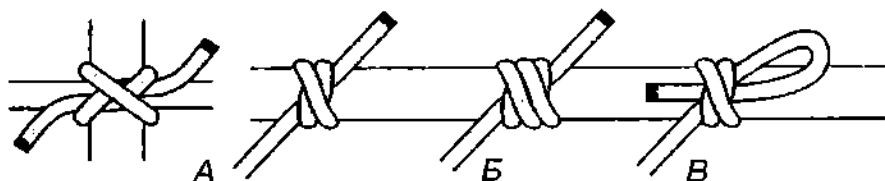

Рис. 657. А – **питонов узел**; Б – **двойной питонов узел – тройной простой узел**, завязанный на опоре; В – **быстроразвязывающийся питонов узел**.
**Питонов узел** – это завязанный на опоре **крававый (двойной простой) узел** (рис. 657 А). **Питонов узел** намного прочнее **констриктора**, он ещё туже затягивается и ещё труднее развязывается. После сильного затягивания, его практически невозможно развязать. После снятия с опоры **констриктор** рассыпается, а **питонов узел** остаётся завязанным. **Питонов узел** используется в тех же целях, что и **констриктор** – в основном не для привязывания веревки, а для стягивания, сжимания или скрепления опор.